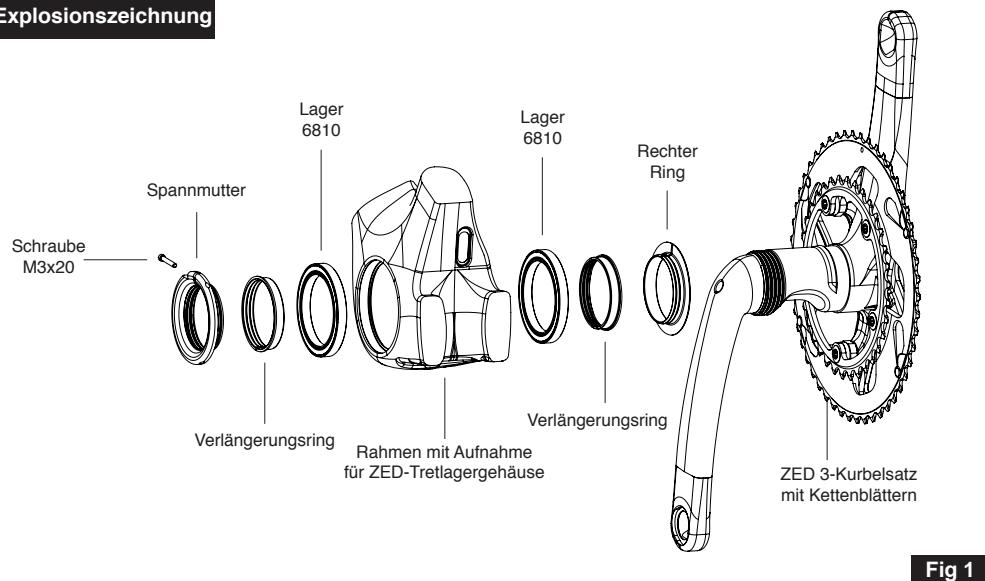

Fig 1
- Vor dem Einsetzen des Kurbelsatzes in den Rahmen ist zu prüfen, dass der vormontierte Kurbelsatz vollständig ist und kein Teil fehlt (vgl. Abb. 1 und 9).